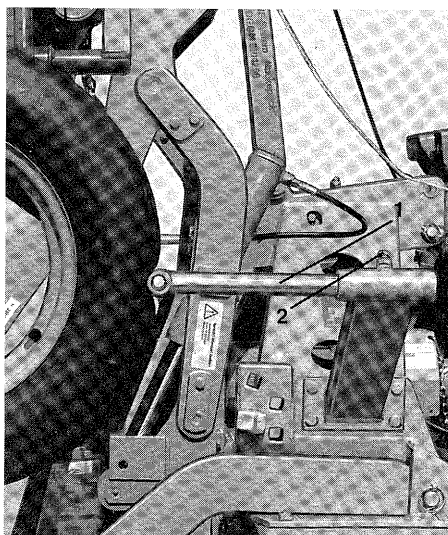

Fig. 35
- Après avoir soulevé le semoir au moyen du “Portacourt”, les butées de roues (fig. 35/1) doivent être glissées en appui contre les pneus du semoir, puis repoussées encore de 3 cm supplémentaires après avoir reposé le semoir ; bloquer ensuite chacune d'elles dans cette position à l'aide d'une vis (fig. 35/2) et d'un contre-écrou.